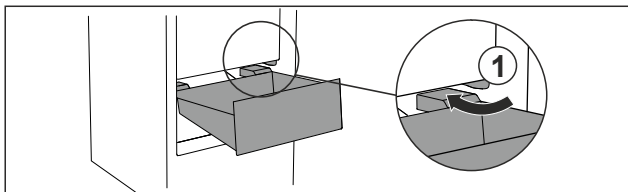

Fig. 137
- Vezesse el a fiókot ferdén az ütközők Fig. 137 (1) körül.